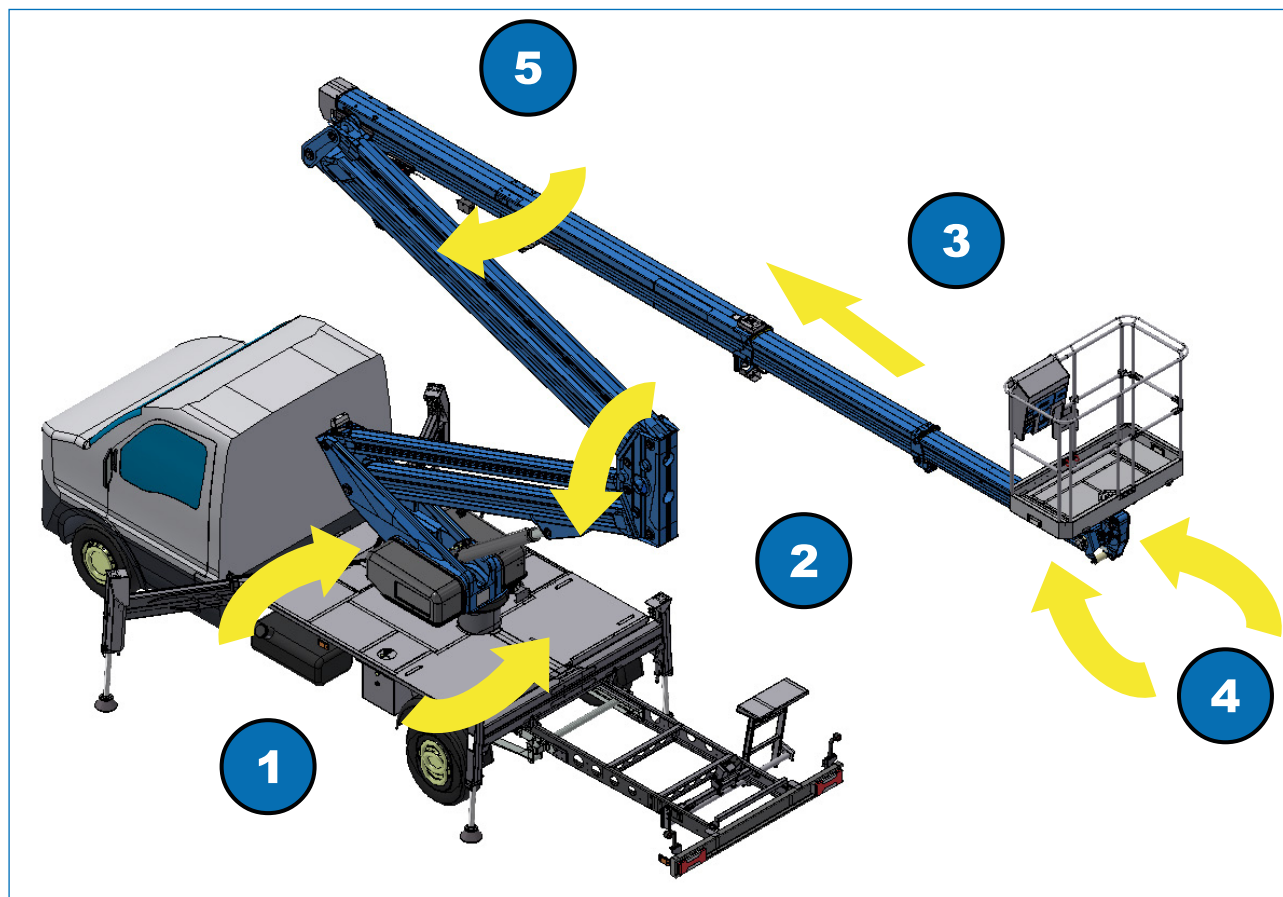

Fig. 6.7
Riportare la piattaforma di lavoro in posizione di riposo eseguendo le seguenti manovre (Fig. 6.7):
- 1) rientrare completamente lo sfilo del braccio telescopico (Fig. 6.7, 3);
- 2) ruotare la piattaforma di lavoro (Fig. 6.7, 4) fino a portarla in posizione centrale (a 90° rispetto al braccio);
- 3) richiudere il braccio articolato (Fig. 6.7, 2);
- 4) posizionare la torretta (Fig. 6.7, 1) in centro facendo coincidere i segnali rossi;
- 5) abbassare il braccio telescopico (Fig. 6.7, 5), fino a raggiungere la posizione di riposo;